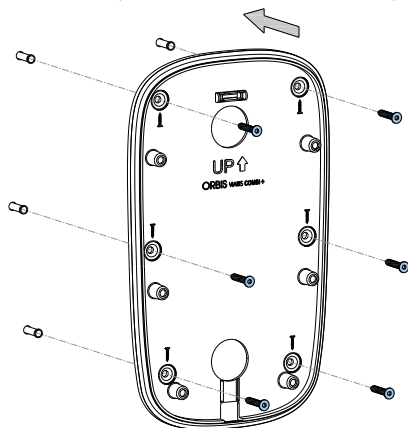

Fig. 1
- Prindeți placa de bază pe perete. **Fig. 1**